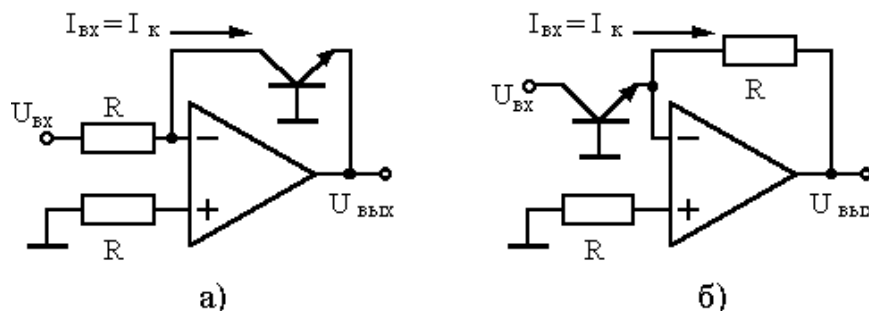

Рис. 9. Логарифмирующий (а) и потенцирующий (б) усилители.
**Логарифмический усилитель (ЛУ).** Для получения логарифмической зависимости  $U_{ВЫХ} \sim \lg(U_{ВХ})$  в цепь ОС вводят нелинейный элемент — диод или биполярный транзистор (рис. 9,а).
**Потенцирующий усилитель** получается, если резистор и транзистор в цепи ОС поменять местами (рис. 9,б). Все расчеты аналогичны.
Так как ЛУ часто применяются для расширения диапазона измеряемых токов (для схемы рис. 9,а этот диапазон составляет 9 декад  $10^{-9}$  А  $< I_K < 10^{-3}$  А), в них используются ОУ с полевыми транзисторами, которые тщательно балансируют (при этом зануляется и второй член в (5)). Принимаются также меры для компенсации температурного дрейфа, поскольку в (4) температура входит явно. С помощью ЛУ можно возводить в произвольную степень и перемножать аналоговые сигналы. Точность ЛУ невелика — порядка нескольких процентов. Схемы рис. 9 работают только с однополярными сигналами.